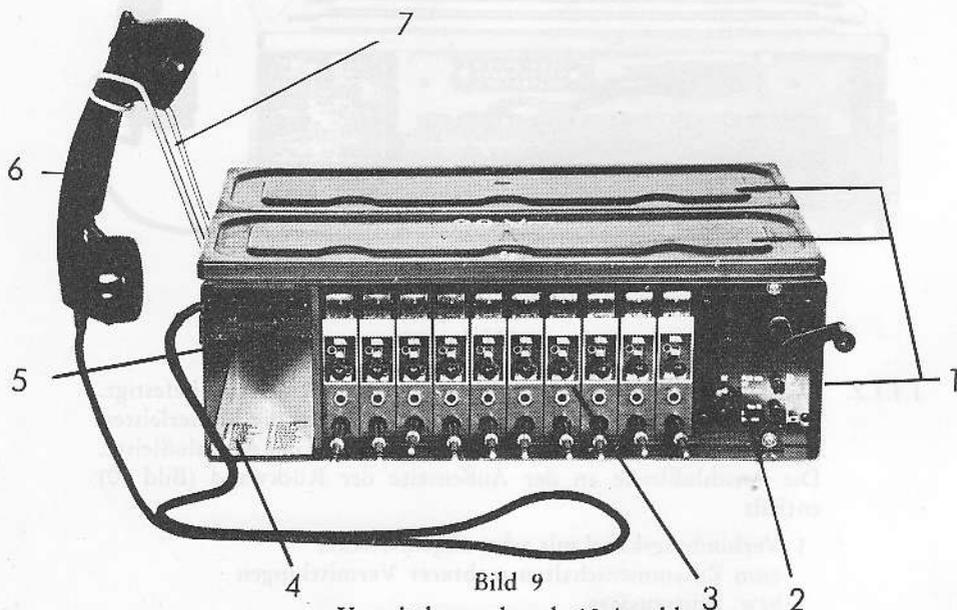

Bild 9
1.4.1. Der Fernsprechvermittlungsschrank 10 Anschl OB (Bild 9 u. 10) besteht aus:
| 1 Gehäuse, vollst.                   | (Bild 9, 1) |
| 1 Batterieeinschub                   | (Bild 9, 5) |
| 10 Teilnehmereinschüben              | (Bild 9, 3) |
| 1 Abfrage — Rufeinschub              | (Bild 9, 2) |
| 1 Handapparat                        | (Bild 9, 6) |
| 1 Handapparatgabel                   | (Bild 9, 7) |
| 1 Buchstabietafel im Handapparatfach | (Bild 9, 4) |